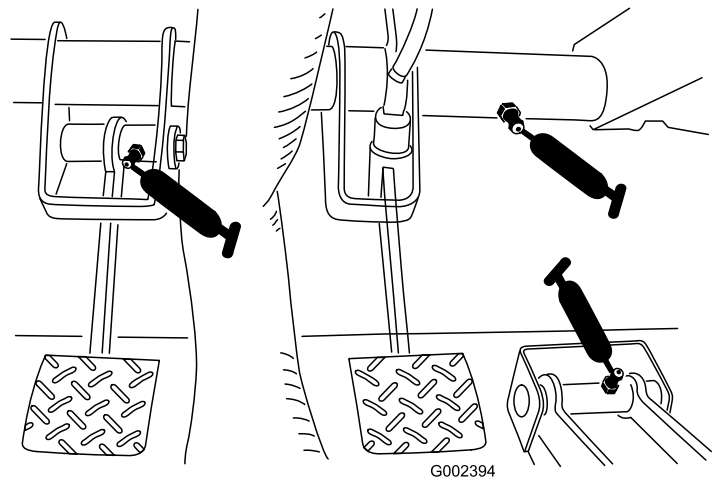

Figura 43
- Embrague (1), acelerador (1), freno (cant. 1) (Figura 43)